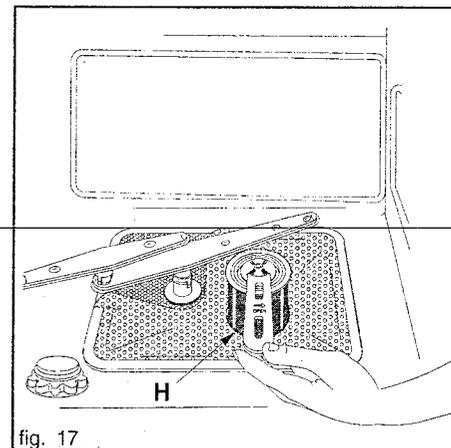

fig. 17
Périodiquement, enlever et contrôler le filtre central "H" (fig. 17); si nécessaire, le nettoyer. Pour l'extraire, tourner la poignée dans le sens anti-horaire (1), puis tirer (2) vers le haut;